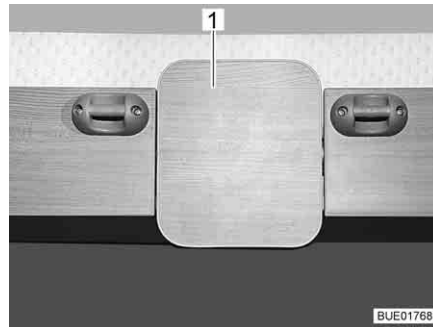
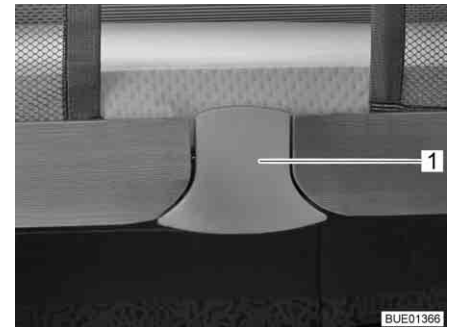

Bild 77 Entriegelung (Premio Plus)
Bild 78 Entriegelung (Averso Plus)
- Entriegelungsfläche (Bild 77,1 bzw. Bild 78,1) unten herausziehen. Die Verriegelung ist gelöst.